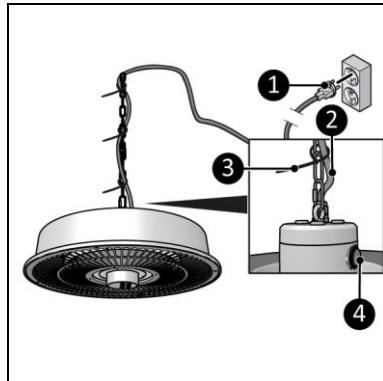

Figura 9
2. Asigurați-vă că întrerupătorul ON/OFF (PORNIT/OPRIT) se află în poziția OFF (OPRIT) (Figura 9, poz. 4).
3. Poziționați cablul de alimentare (Figura 9, poz. 2) de-a lungul lanțului de ancorare folosind coliere de strângere (Figura 9, poz. 3).
4. Introduceți ștecarul (Figura 9, poz. 1) într-o priză ușor accesibilă, cu împământare. Utilizați o priză cu împământare cu o putere minimă de 1500 Watt.
- Puneți comutatorul ON/OFF în poziția ON (Figura 9, poz. 4).
1. Asigurați-vă că întrerupătorul ON/OFF (PORNIT/OPRIT) se află în poziția OFF (OPRIT) (Figura 9, poz. 4).
2. Deconectați ștecherul de la priză (Figura 9, poz. 1).